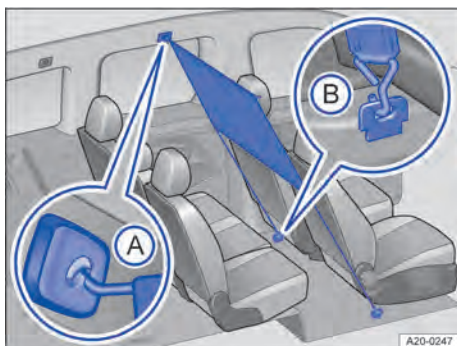
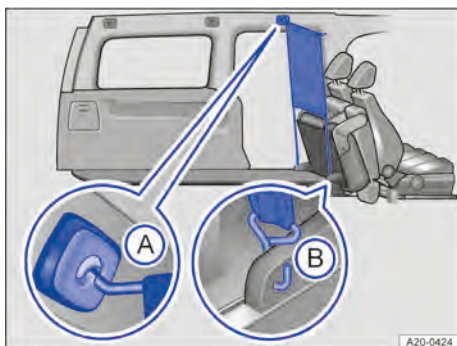

Fig. 149 Derrière la première rangée de sièges : filet de séparation monté
Fig. 150 Derrière la deuxième rangée de sièges en position rabattue : filet de séparation monté
2. Accrochez le filet de séparation dans le logement *avant gauche* → **fig. 149 (A)** ou → **fig. 150 (A)** intégré au pavillon. Faites passer la barre transversale au-dessus de la position supérieure pour l'amener en position inférieure.
4. Accrochez le filet de séparation dans la fixation → **fig. 149 (B)** ou → **fig. 150 (B)**.